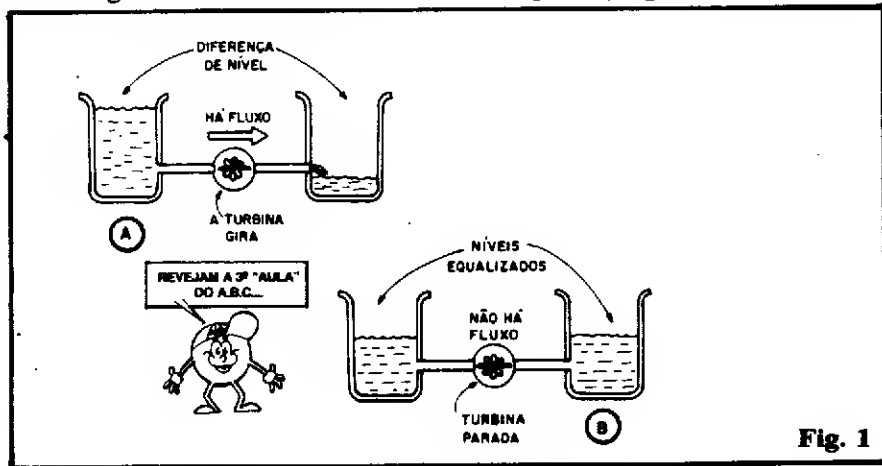

Fig. 1
- FIG. 1 - Usando as "velhas" analogias, já exploradas nas primeiras "Aulas" do ABC, mas sempre válidas, pela facilidade de intuir as "coisas" a partir desses exemplos: para que a turbina gire (trabalhe), é necessário que haja um desnível inicial nítido na água contida nos dois reservatórios... Enquanto tal desnível persistir, haverá fluxo de água pelo condutor que interliga os reservatórios e